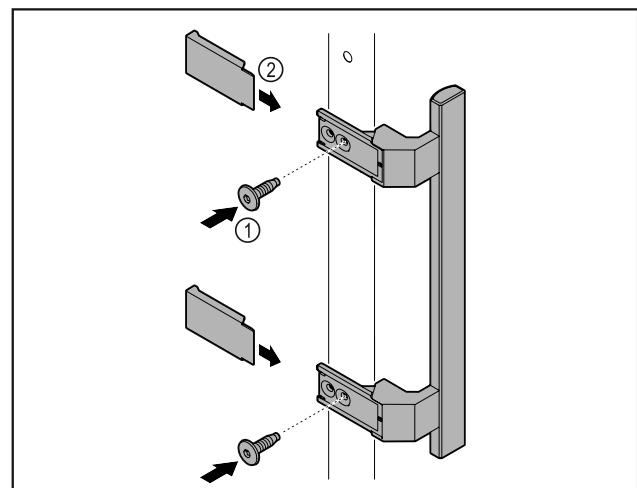

Fig. 7
- Prityvinkite rankeną iš priedų pridedamais varžtais Fig. 7 (1) prie durų.
- Uždékite dengiamają plokštélę Fig. 7 (2).